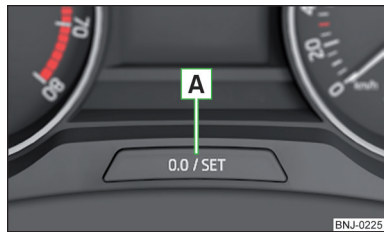

Fig. 33
- » Premere e tenere premuto il tasto **A** » fig. 33 sino a quando sul display sarà visualizzata la voce di menu Service.